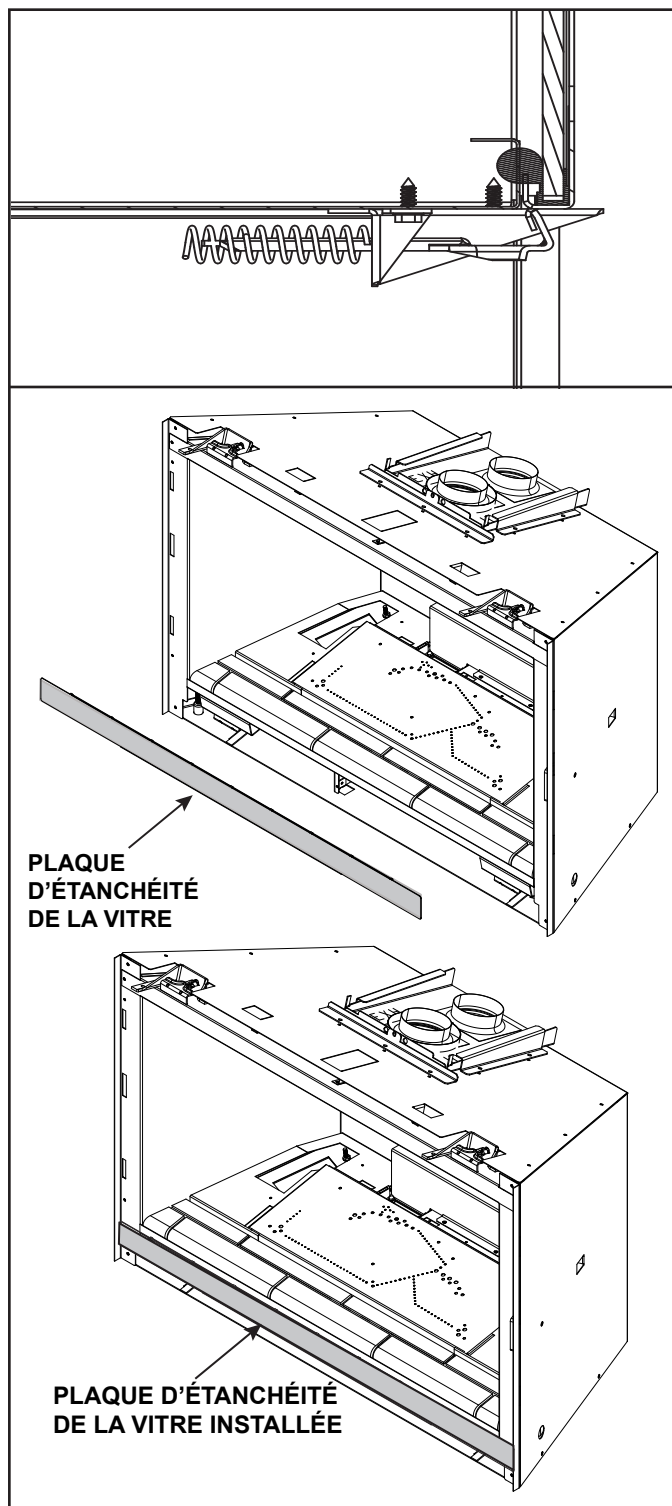

Figure 9.2 Plaque d'étanchéité de la vitre
- Le panneau de verre fixe s'attache au foyer en quatre points. Quatre des mécanismes d'attache sont constitués de verrous à ressort. Un exemple de verrou de vitre est montré à la Figure 9.2.